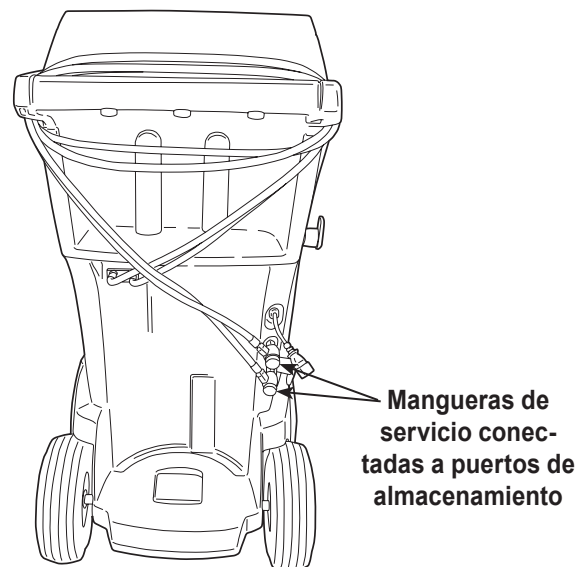

Figura 2
2. Cuando se le indique, conecte las mangueras de servicio de la máquina a sus puertos de almacenamiento como se muestra en la Figura 2. Seleccione **▶▶** para continuar.